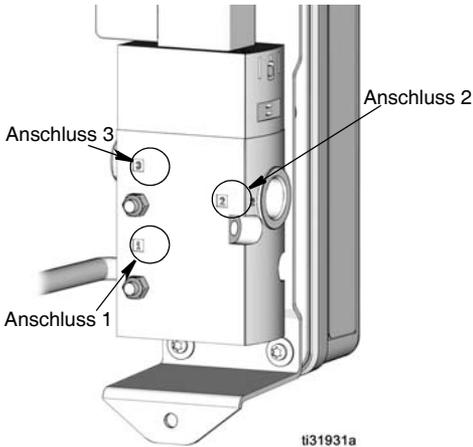

ABB. 1
Die Zahlen 1-3 im Magnetventil (14) kennzeichnen die Anschlüsse (ABB. 1).
1. Gewindedichtmittel auf das Außengewinde der Fittings auftragen. Luftzufuhr an Anschluss 1 (ABB. 1) anschließen.
2. Gewindedichtmittel auf das Außengewinde der Fittings auftragen. Leitung an Pumpenlufterlass an Anschluss 2 (ABB. 1) anschließen.